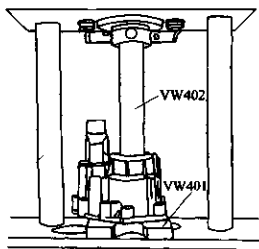

图 3-50 拆下输入轴后轴承
- 6) 拆下锁圈, 再拆下输入轴的后轴承, 如图 3-50 所示。